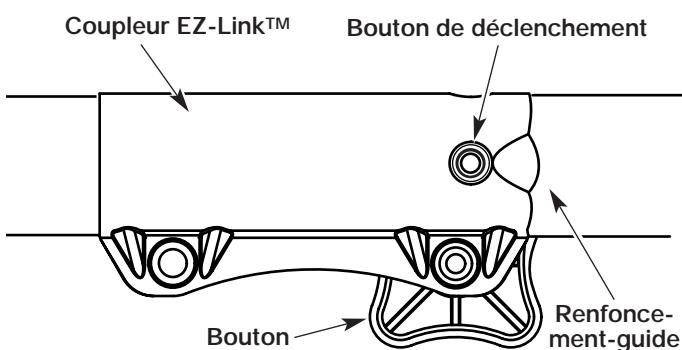

Fig. 9
1. Dévissez le bouton vers la gauche (Fig. 9).
2. Appuyez sur le bouton de déclenchement et maintenez-le enfoncé (Fig. 9).
NOTE : aligner le bouton de déclenchement avec le renforcement-guide facilitera l'installation (Fig. 9).